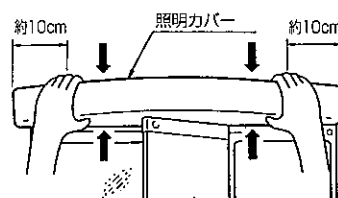

図 3
- 図3のように照明カバーの両端から10cm位の所の上面と下面を軽く挟んで持ち、手前に引き抜きます。
- (2)図3のように照明カバーの両端から10cm位の所の上面と下面を軽く挟んで持ち、奥に押し込んではめます。